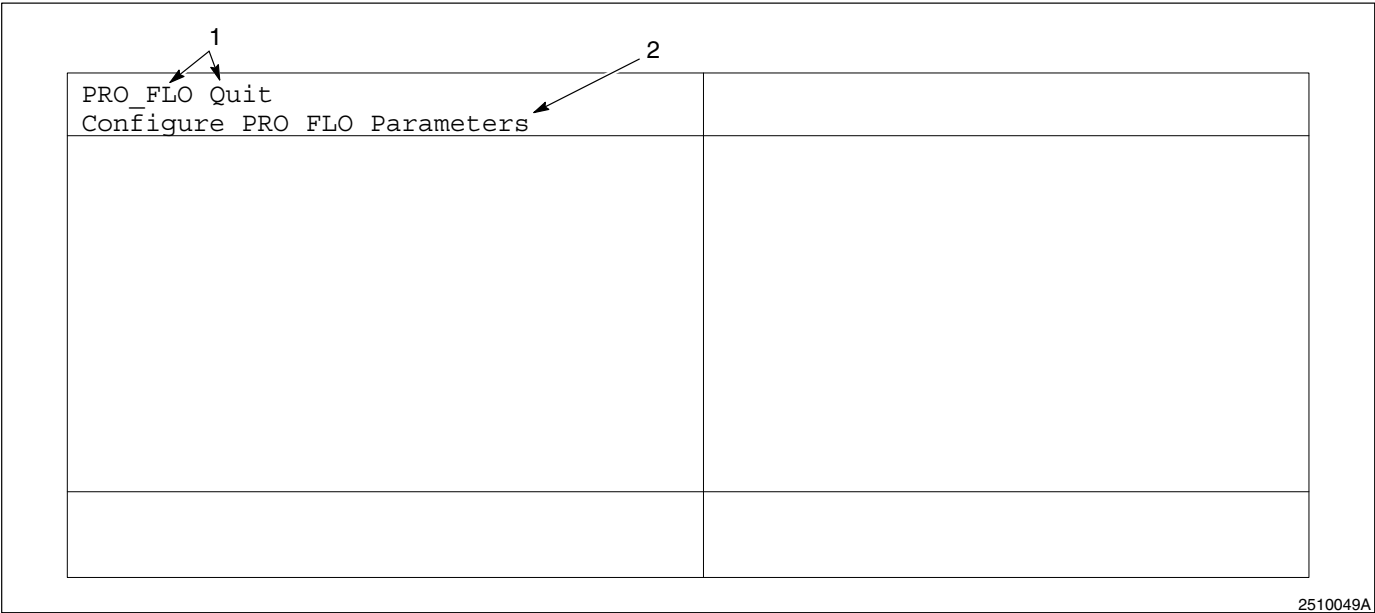

Fig. 4-7 Top-Level Menu
- 6. See Figure 4-7.
2. See Figure 4-7.